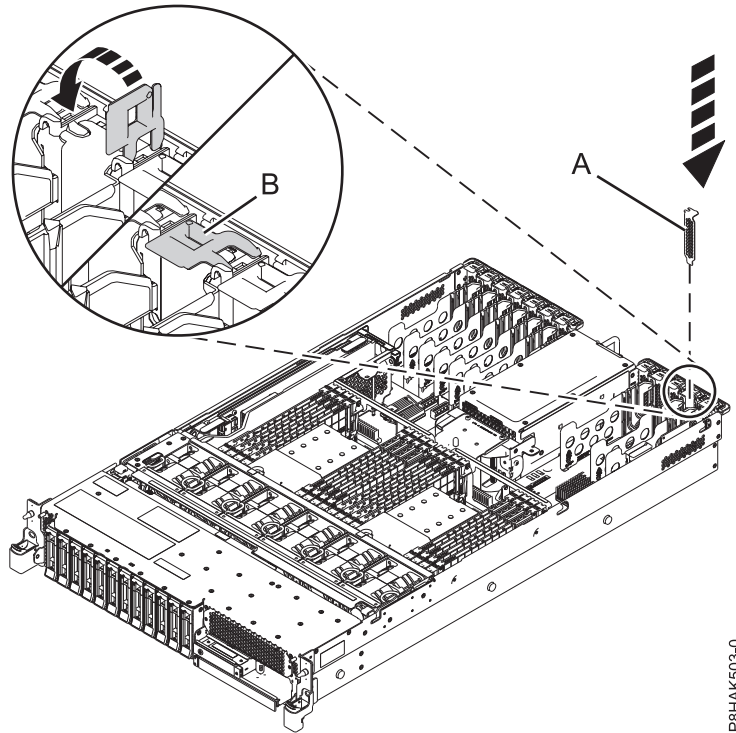

Figura 21. Instalación de un relleno en una ranura de adaptador PCIe en un sistema 5148-21L, 5148-22L, 8247-21L, 8247-22L, 8284-21A o 8284-22A
- a. Sujete con cuidado el relleno de contrapunta y alinéelo con la ranura y con el conector de la placa del sistema, como se muestra en la Figura 21 en la página 37.